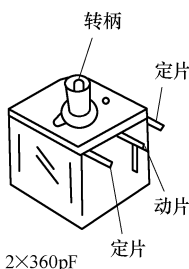

图 8-53 等容小型密封双联可变电容器引脚识别方法
2) 等容小型密封双联可变电容器引脚识别方法。如图 8-53 所示是等容小型密封双联可变电容器引脚识别方法示意图, 根据这一示意图可以方便识别各引脚。